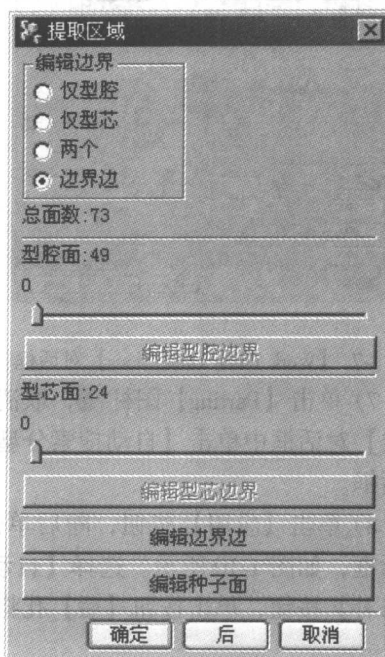

图 1-12 【提取区域】对话框
11) 选择【提取区域】按钮，打开【提取区域】对话框，如图 1-12 所示。在该对话框中，注意面的数量：